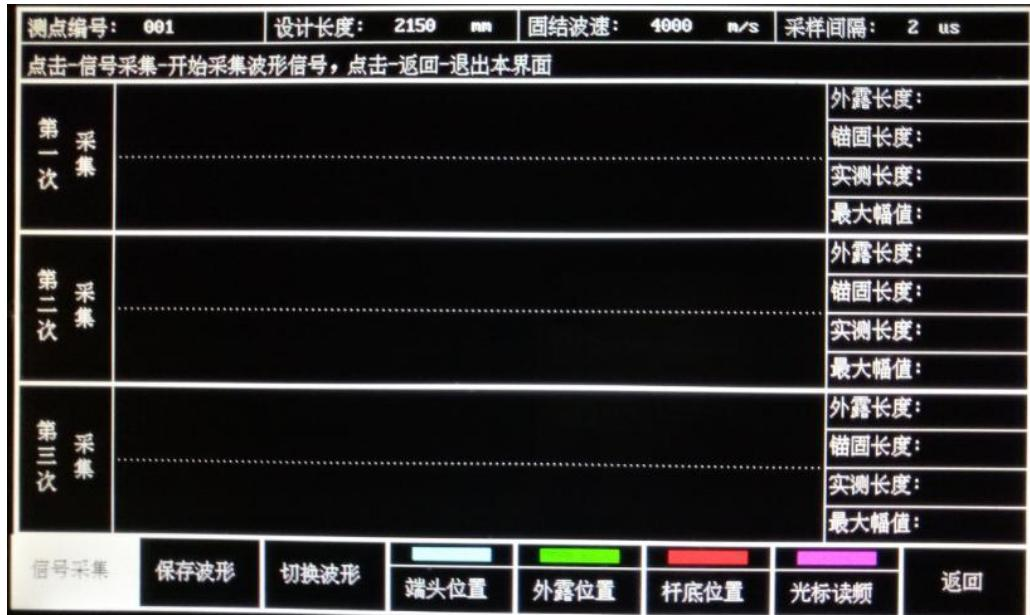

图2.6 采集
10. 开始检测：设置完成后点按进入波形采集界面（图2.6）